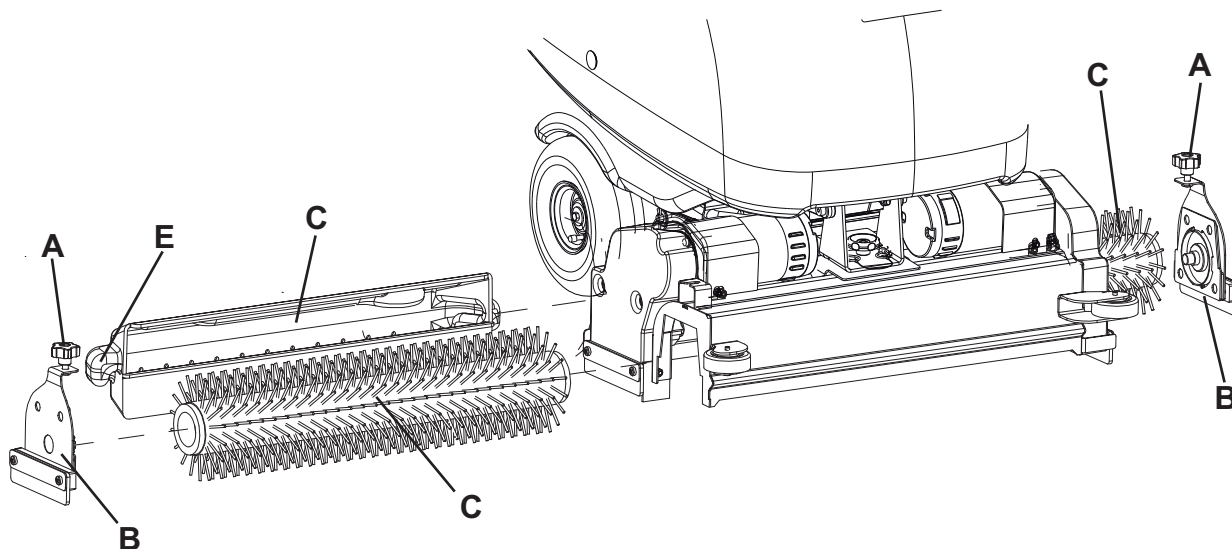

Figure 3
1. Positionner la clé de contact (80) sur "I".
2. Soulever la tête porte-brosses cylindriques en appuyant sur l'interrupteur (71).
3. Positionner la clé de contact (80) sur "0".
4. Tourner les volants (A, Fig. 3) et enlever les portillons (B) en les poussant vers le bas tout en exerçant une pression sur les volants.
5. Installer les brosses cylindriques (C).
6. Installer les portillons (B) et les fixer avec les boutons (A).